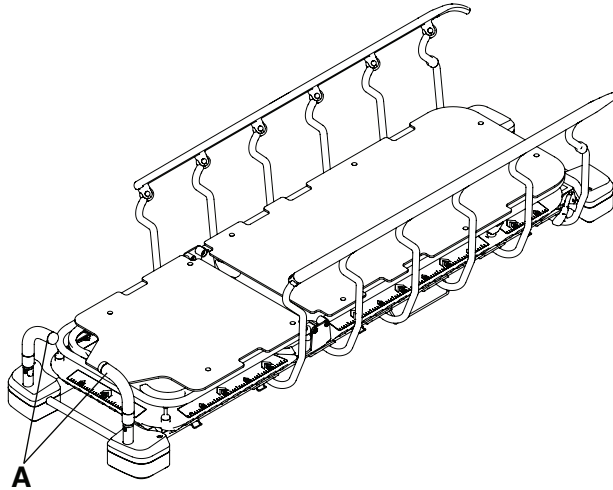

Рисунок 6 – Изменение положения ручек для толкания головного конца
2. Поверните ручки для толкания головного конца (A) в положение для применения (Рисунок 6).